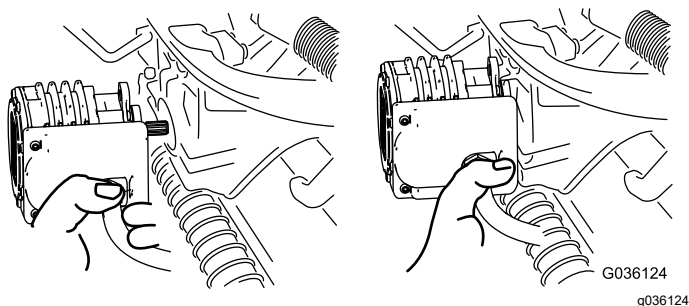

Figure 61
4. Amenez le moteur à la position de rangement sur l'avant du bras de suspension (Figure 61).